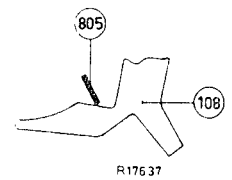

Fig. 6
15. Bügel 805 muss dann so eingestellt sein, dass seine Seitenkante gegen den schiefen Teil des Hebels 108 anliegt. (Siehe Abb. 6).